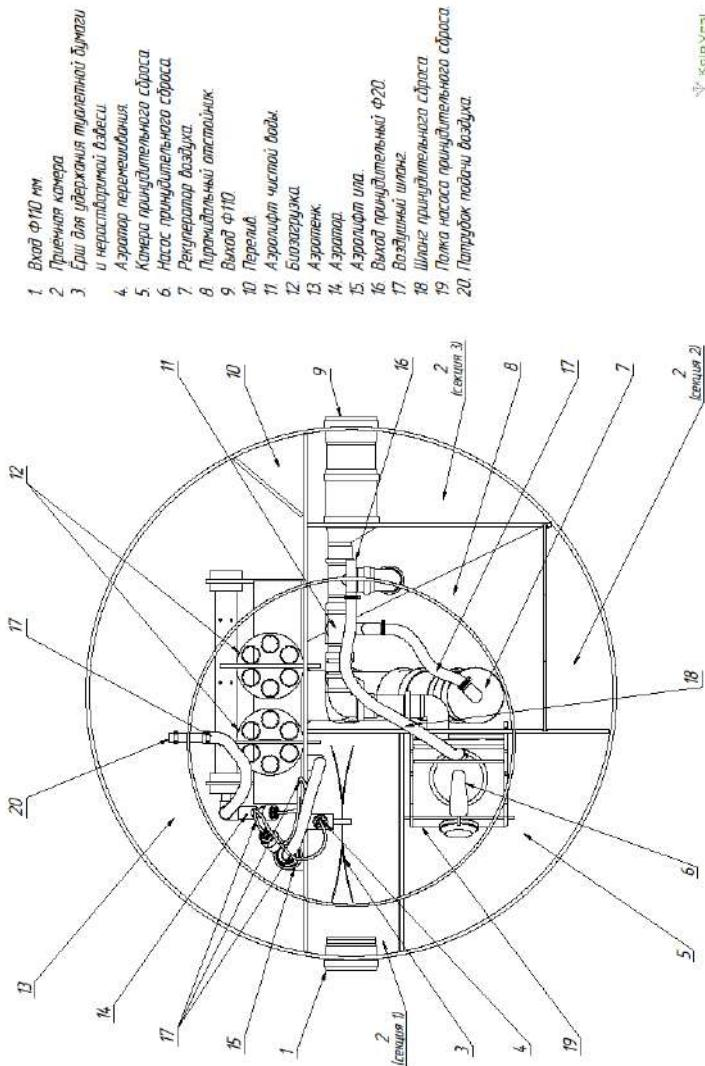

Рисунок 1 – Внутреннее устройство Novo Eko
Сточные воды попадают в приёмную камеру (2) (рис. 1), станции Novo Eko самотеком через входной патрубок диаметром 110 мм (1) (рис.1), где начинается первый бескислородный этап биологической очистки бактериями активного ила.
ЁРШ ДЛЯ УДЕРЖАНИЯ ТУАЛЕТНОЙ БУМАГИ И НЕРАСТВОРИМОЙ ВЗВЕИ (3) (РИС. 1)
- 2) Оснащён аэратором перемешивания (4) (рис. 1), подключен воздушной магистралью силиконовой трубкой 6 мм с установленным жиклёром 4 л/ч.
Через переливное отверстие (10) (рис. 1), в разделительной перегородке СОСВ предварительно очищенные стоки с приёмной камеры (2) (рис. 1), поступают в аэротенк (4) (рис. 1), с аэрацией, где созданы условия аэробной очистки стоков микроорганизмами, содержащимися в сточных водах очистного сооружения, переходящих на аэробный тип питания с разрушением сложных органических соединений.
Барботаж предотвращает образование плотного осадка. Органическая взвесь измельчается благодаря работе мелкопузырчатого аэратора (14) (рис. 1), (питается от компрессора, который вынесен за габарит биореактора). Начинается аэробная переработка стока, в том числе процессы нитрификации. На данном этапе происходит практически полное окисление органических соединений благодаря прохождению аэробной стадии очистки сточных вод. Разрушаются и усваиваются микроорганизмами белки и частично жиры.
Мелкопузырчатый аэратор (14) (рис. 1), устанавливается по направляющей на дно аэротенка под устройство рекуперации воздуха (питается от компрессора, который вынесен за габарит биореактора).
Биофильтры (биозагрузка) (12) (рис. 1), из сетчатой трубы, погруженные в очищаемые сточные воды аэротенка над мелкопузырчатым аэратором (14) (рис. 1), увеличивают площадь крепления биопленки и концентрацию активной биомассы в SBR-реакторе. Биофильтры (биозагрузка) (12) (рис. 1), не требует замены на протяжении всего срока эксплуатации биореактора.
Часть очищаемой воды с активным илом аэрифтом возврата ила (15) (рис. 1), работающего от компрессора (который вынесен за габарит биореактора) возвращаются из аэротенка в приёмную камеру, где происходит насыщение иловой биомассы. Подача активного ила регулируется автоматически. Таким образом, создается рециркуляция
Аэрифтом возврата ила (15) (рис. 1), подключен воздушной магистралью (17) (рис. 1), силиконовой трубкой 6 мм с установленным жиклёром 4 л/ч.
SBR-реактор оборудован отстойником в виде пирамиды (8) (рис.1), благодаря чему эффективность биологической очистки сточных вод существенно возрастает.
По мере поступления стоков в очистное сооружение часть очищенной воды перемещается из верхних слоёв пирамидального отстойника (8) (рис. 1), при помощи аэрифта чистой воды (11) (рис. 1), (питается от рекуперации воздуха) в отводной патрубок для станций самотёчного исполнения (9) (рис. 1), .
В станциях принудительного исполнения очищенный сток перемещается из пирамидального отстойника (8) (рис. 1), в камеру для принудительного отведения (5) (рис. 1), сточных вод с установленным принудительным выходом (16) (рис. 1), полкой (19) (рис. 1), дренажным насосом, шлангом принудительного сброса (18) (рис. 1), и поплавковым выключателем (6) (рис. 1).
Аэрифт чистой воды (11) (рис. 1), пирамидального отстойника (8) (рис. 1), работает от частичной аэрации аэротенка которая поступает в рекуператор воздуха, создавая необходимое давление для дальнейшего перемещения жидкости (7) (рис. 1). Очищенные сточные воды откачиваются аэрифтом чистой воды (11) (рис. 1), из верхнего слоя осветлённых вод пирамиды (8) (рис. 1), исключая попадание всплывшего осадка в отводящий патрубок (9) (рис. 1), или камеру принудительного сброса (5) (рис. 1).
В камере принудительного сброса (5) (рис. 1), для осветлённой воды очистного сооружения устанавливается полка (19) (рис. 1), с погружным насосом и поплавковым выключателем (6) (рис. 1).